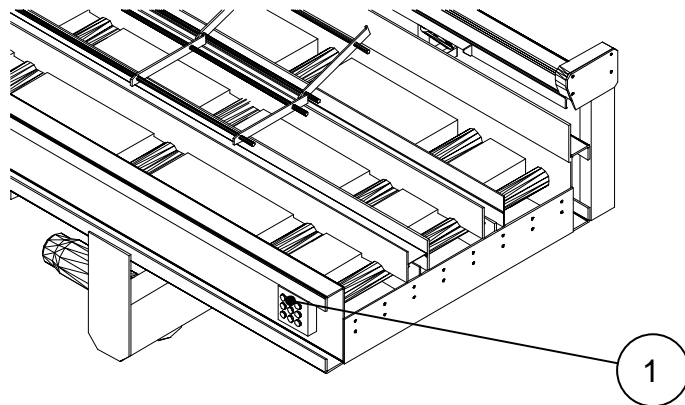

Fig. 9.2
- Botón en el teclado al final de la pista (Fig. 9.2 Ref. 1)